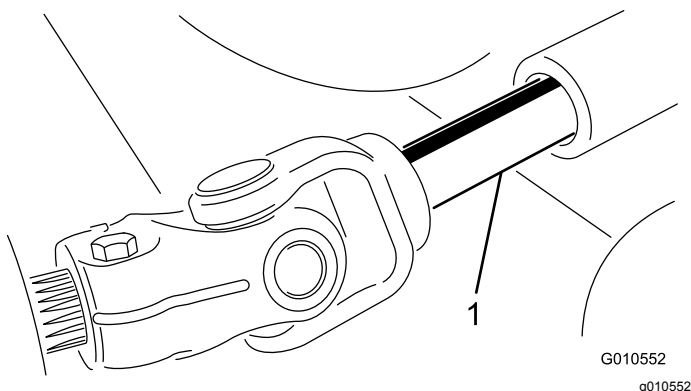

Figura 23
5. Aleje la unidad de corte de la unidad de tracción, separando las secciones macho y hembra del árbol de la TDF (Figura 23).
3. Introduzca el árbol macho de la TDF en el árbol hembra de la TDF (Figura 23).